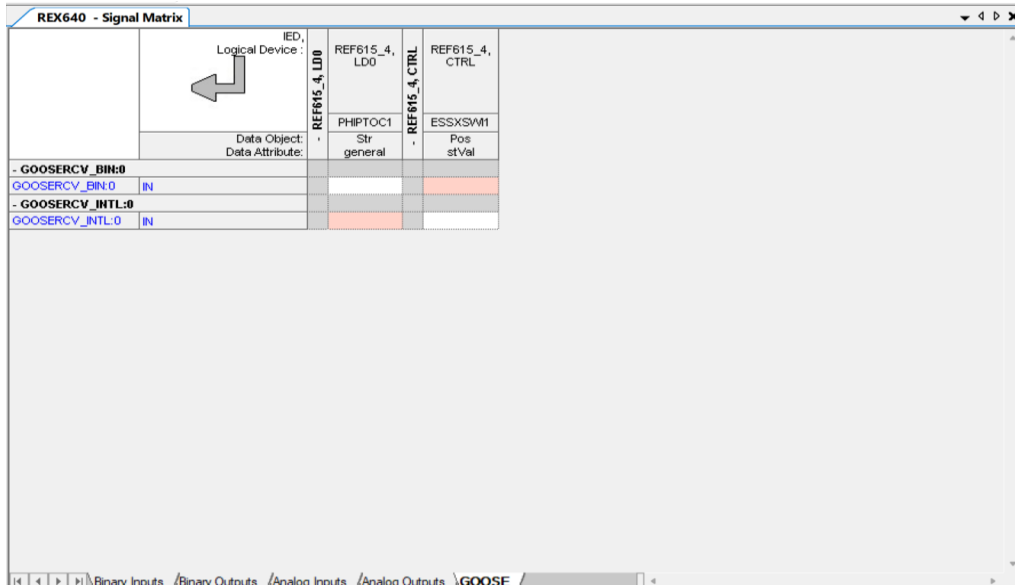

Imagen 353_Ventana de comunicación GOOSE del relevador REX640.
5.1.40 Observaremos la siguiente ventana como en la **Imagen 353**: